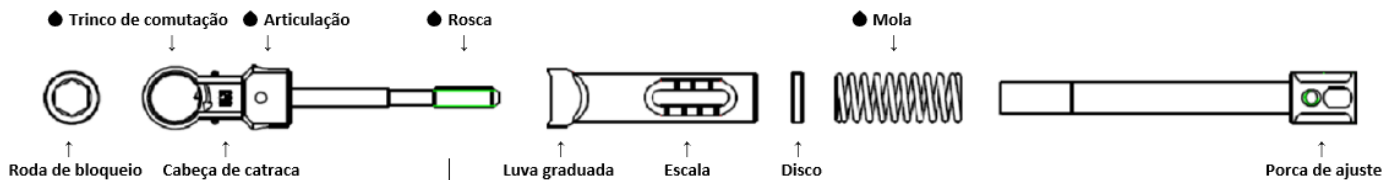

Figura 3
Imediatamente após a utilização (dentro de, no máximo, 2h) devem ser removidas as sujidades grosseiras do instrumento. A catraca de torque, antes da limpeza (independentemente do tipo de limpeza selecionado), deve ser desmontada em peças individuais. Isso é possível sem ferramentas. Para isso, apenas é completamente desaparafusada uma porca de ajuste. (ver **Figura 3**)
- – Lubrificar as áreas marcadas (ver **Figura 3**) ligeiramente com óleo de tratamento de instrumentos.